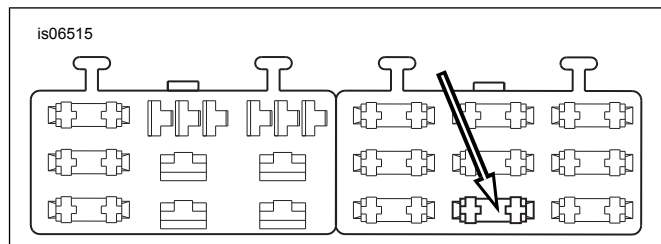

Abbildung 6. Sicherungsblockhohlraum „OPEN“ (Dyna-Modelle ab 2004)
4. Siehe Abbildung 6. Den Sicherungshohlraum (1) ausfindig machen, der in der Elektrizität als „OPEN“ (offen) beschriftet ist. In nur einer Seite des Hohlraums befindet sich ein Kontakt. Von der Rückseite den Kontakt des orange/weißen Adapterkabels bis zum Anschlag in die geöffnete Seite des Hohlraums einführen. Auf einen benachbarten, im Werk eingebauten Kontakt Bezug nehmen, um zu prüfen, ob der Kontakt richtig ausgerichtet und tief genug eingesetzt ist.